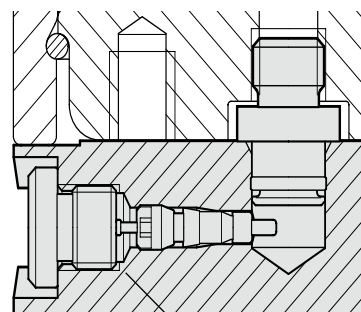

Figure 4 : pour le fonctionnement autonome
- 5.7 En fonctionnement autonome du ressort à gaz (voir fig. 4), insérer la vanne (pos.E) dans l'orifice de remplissage du gaz de la plaque de pied d'adaptateur et la serrer à la main.